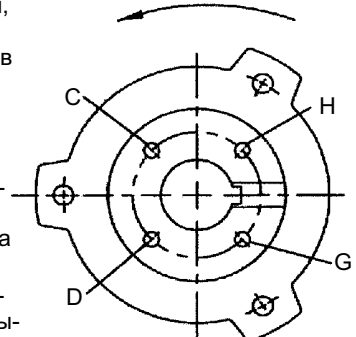

Рисунок 13.
**ВНИМАНИЕ:** Регулировка вала вверх или вниз осуществляется путем поворота регулировочной гайки (604), см. рисунок 13.
**ВНИМАНИЕ:** Существует пять отверстий в регулировочной гайке и только четыре отверстия в муфте электродвигателя. См. рисунок 13.
1. Когда вал полностью опущен, и рабочие колеса опущены на свои седла, поворачивать регулировочную гайку (604) в направлении против часовой стрелки, что поднимает вал, до тех пор, пока рабочие колеса слегка не приподнимутся на своих седлах, и вал/электродвигатель не будет свободно проворачиваться рукой. Это снимает все прогибы с вала.
1. Когда вал полностью опущен, и рабочие колеса опущены на свои седла, поворачивать регулировочную гайку (604) в направлении против часовой стрелки, что поднимает вал, до тех пор, пока рабочие колеса слегка не приподнимутся на своих седлах, и вал/электродвигатель не будет свободно проворачиваться рукой. Это снимает все прогибы с вала
2. Выровнять отверстие "А" в регулировочной гайке (604) и отверстие "С" в приводной муфте (см. рисунок 13) или любые аналогичные отверстия в таком же положении. Если соблюдается осторожность, это дает начальный зазор рабочих колес от 0,001" до 0,003" в зависимости от размера вала или шага резьбы.